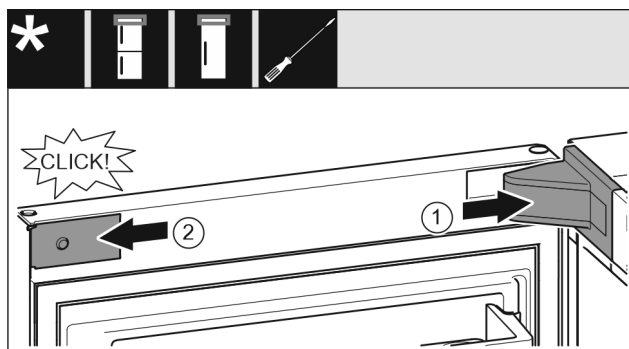

Fig. 65
- ▶ Nasadte a zaklapněte kryt stojanu ložiska Fig. 65 (1), příp. opatrně přitlačte od sebe.
- ▶ Z boku nasadte zásepku Fig. 65 (2) a zaklapněte.